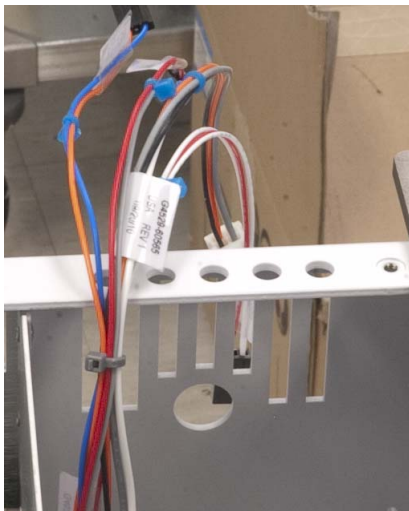

Figure 32 Acheminement des câbles hors du châssis.
- Sortez du châssis les câbles de la carte de commande d'alimentation Peltier situés à proximité du dos de la carte, comme illustré à la Figure 32.